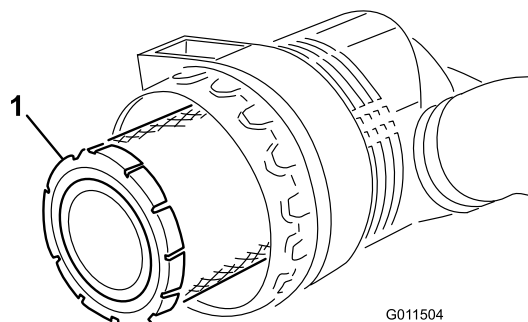

Figura 55
3. Togliete il filtro primario e sostituitelo (Figura 55).